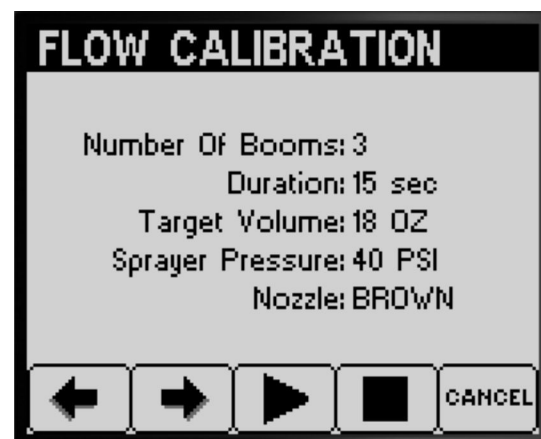

Рисунок 50
4. На экране проведения проверки со сбором жидкости подтвердите количество стрел, цвет сопла и нажмите кнопку 3, чтобы запустить проверку со сбором жидкости (Рисунок 50).